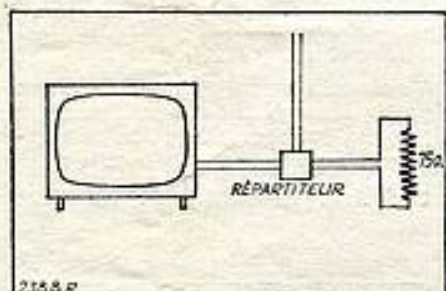

FIG. 2
b) Un seul téléviseur branché sur un répartiteur (fig. 2).